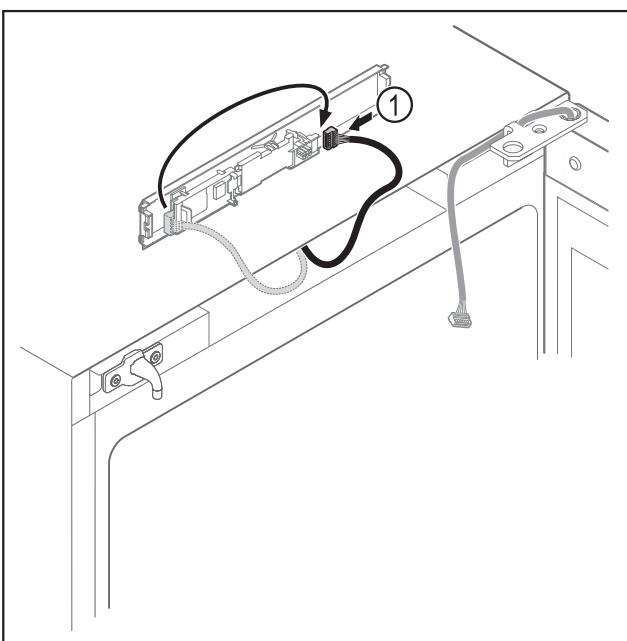

Fig. 7
► Enchufar el conector *Fig. 7 (1)* en otra posición en la platina.